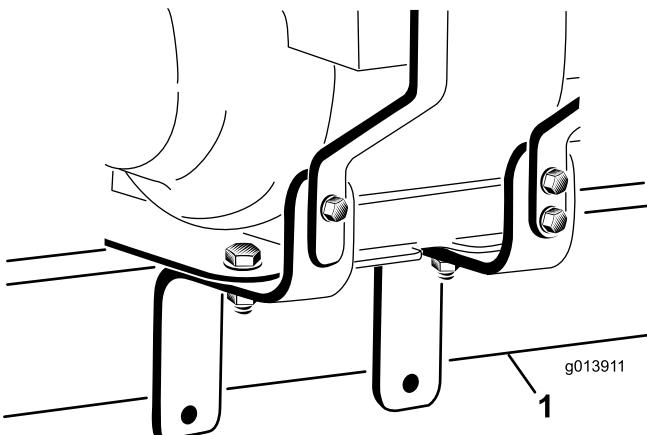
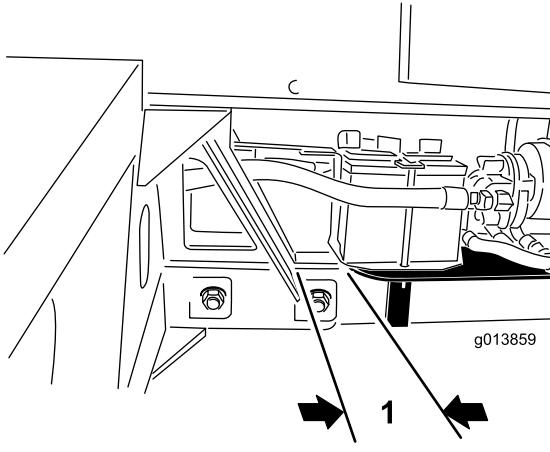

Figura 5
Figura 6
2. Parafuso de suporte da bateria (2)
19. Uma vez que a montagem do motor é pesada, posicionar este componente pode ser difícil. Com a ajuda de um assistente, posicione a montagem do motor no tubo de engate do ProPass. Certifique-se de que os suportes de montagem do motor apoiam no tubo de montagem (Figura 5) e que a traseira da placa de montagem do motor está a aproximadamente 25 mm do receptor do tubo de engate do ProPass (Figura 6).